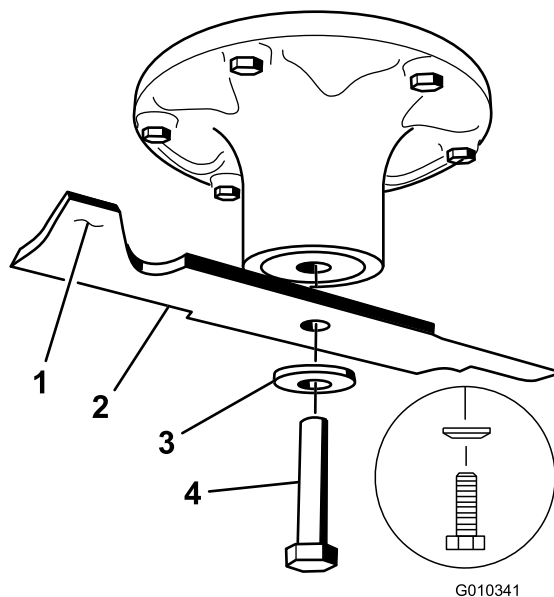

Figure 67
Tenez la lame par son extrémité avec un chiffon ou un gant épais. Enlevez de l'axe, le boulon, la rondelle bombée et la lame (Figure 67).
utilisée. Si la lame est déséquilibrée, limez un peu l'extrémité de l'ailette seulement (Figure 67). Répétez la procédure jusqu'à ce que la lame soit équilibrée.
1. Placez la lame sur l'axe (Figure 67).
2. Installez la rondelle élastique et le boulon de la lame. Le cône de la rondelle élastique doit être dirigé vers la tête du boulon (Figure 67). Serrez le boulon de lame à un couple de 135 à 150 N·m.